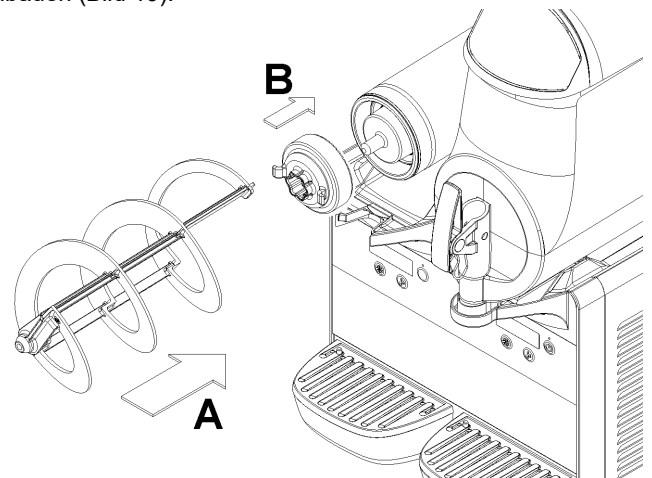

Bild 19
- 5 Den Sechskantanschluss und dann den Rührarm wieder einbauen (Bild 19).